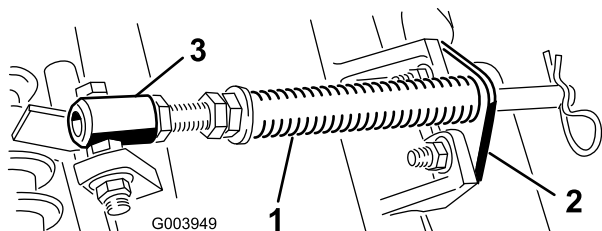

Figura 4
- Retire os 2 parafusos de carroçaria e porcas que prendem o suporte da barra aos separadores da unidade de corte (Figura 4).
- Retire a porca flangeada que prende o parafuso com cabeça do tubo de mola ao separador da estrutura de suporte (Figura 4). Retire o conjunto.